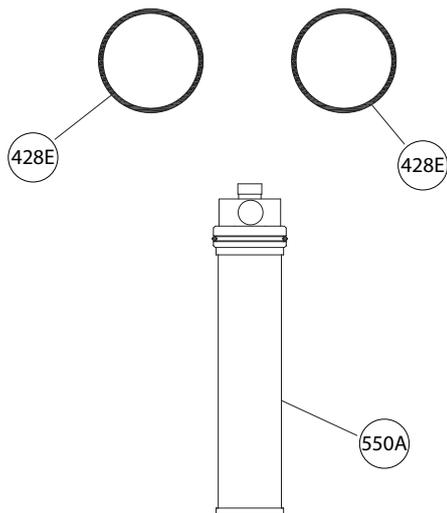

Figura 27: Kit de filtro
3. O kit de filtro de reparo RK08174A consiste em um novo filtro (550A) e dois anéis (428E). Dois kits devem ser adquiridos em cada troca de filtro, um para a extremidade de acionamento e o outro para a extremidade sem acionamento. Veja Figura 27: Kit de filtro on page 48.